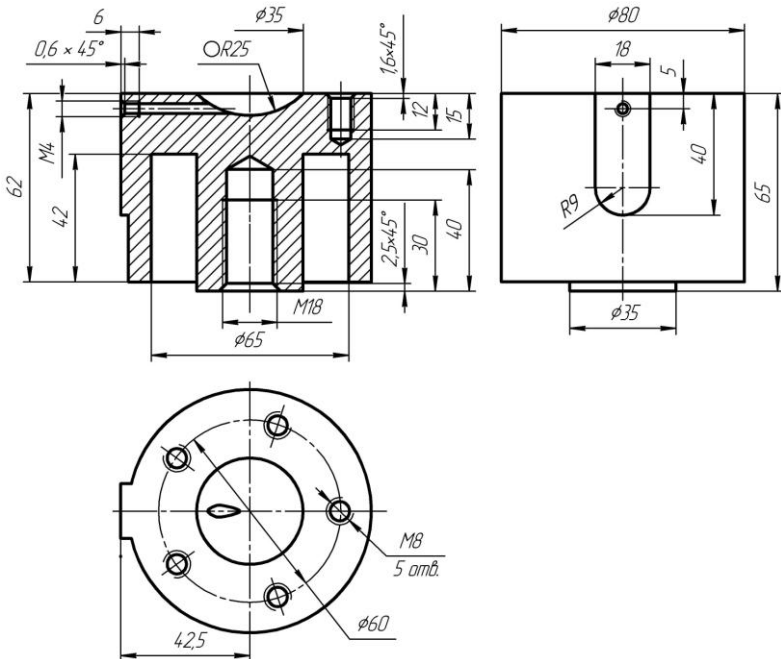
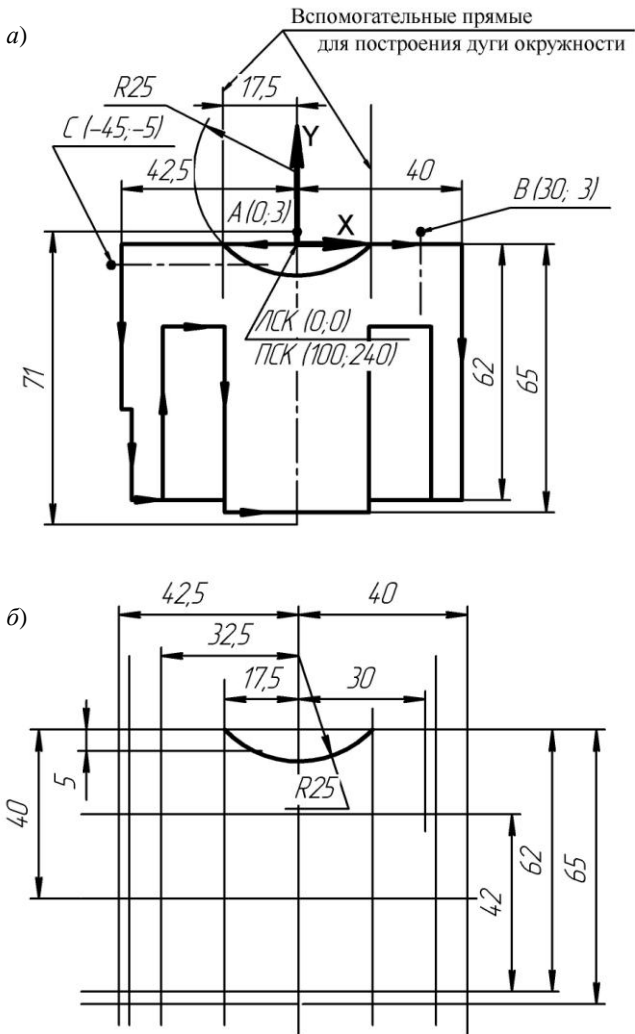

Рис. 1. Фрагмент чертежа направляющего цилиндра
Рис. 2. Методы создания чертежа:
Очевидно, что методика проведения построений, их последовательность могут быть различными и выбор способа построения зависит от сложности чертежа. Условно выделяют несколько методов. Рассмотрим два из них на примере формирования контура направляющего цилиндра (рис. 1). Отметим, однако, что наиболее эффективно комбинирование разных методов.
1.3. Проведите из точки *A* (0; 3) вертикальную осевую линию (отрезок, стиль линии *Осевая*) длиной 71 мм (рис. 2, *a*). Значение длины отрезка указывается в окне поля **Длина** на *Панели свойств*. Из начала ЛСК влево от оси (по стрелке на рис. 2, *a*) проведите отрезок длиной 42,5 мм. Далее, последовательно создавая отрезки необходимой длины (все размеры определяются из чертежа, представленного на рис. 1), постройте часть контура детали сначала слева от оси (можно воспользоваться командой *Непрерывный ввод объектов*), затем справа. Для построения некоторых линий справа (не имеющих стрелок, указывающих направление построения) можно применить команду *Симметрия* (панель *Редактирование*).
1.4. Проведите вертикальную ось (см. рис. 2, *a*) из точки *B* (30; 3) длиной примерно 20 мм, затем горизонтальную ось (длиной 40 мм) из точки *C* (-45; -5)
1.5. Отключите режим *Ортогональное черчение*. С помощью команды *Параллельная прямая* (*Расширенная панель* команды *Вспомогательная прямая*) постройте две вертикальные вспомогательные линии на расстоянии 17,5 мм от оси симметрии детали. Раскройте *Расширенную панель* команды *Дуга* и активизируйте команду *Дуга по двум точкам*. Задав радиус 25 мм на *Панели свойств* и указав точки пересечения вспомогательных вертикальных прямых и контура детали в качестве начальной и конечной точек, постройте дугу окружности согласно рис. 2, а.
4. Постройте профильную и горизонтальную проекции детали (см. рис. 1) без изображения резьбовых отверстий (только контурные и осевые линии).
2. Нанесите размеры (панель *Размеры*, см. рис. 1). Для оформления размера (тип стрелки, размер на полке и т. д.) используйте вкладку *Параметры* на *Панели свойств*.